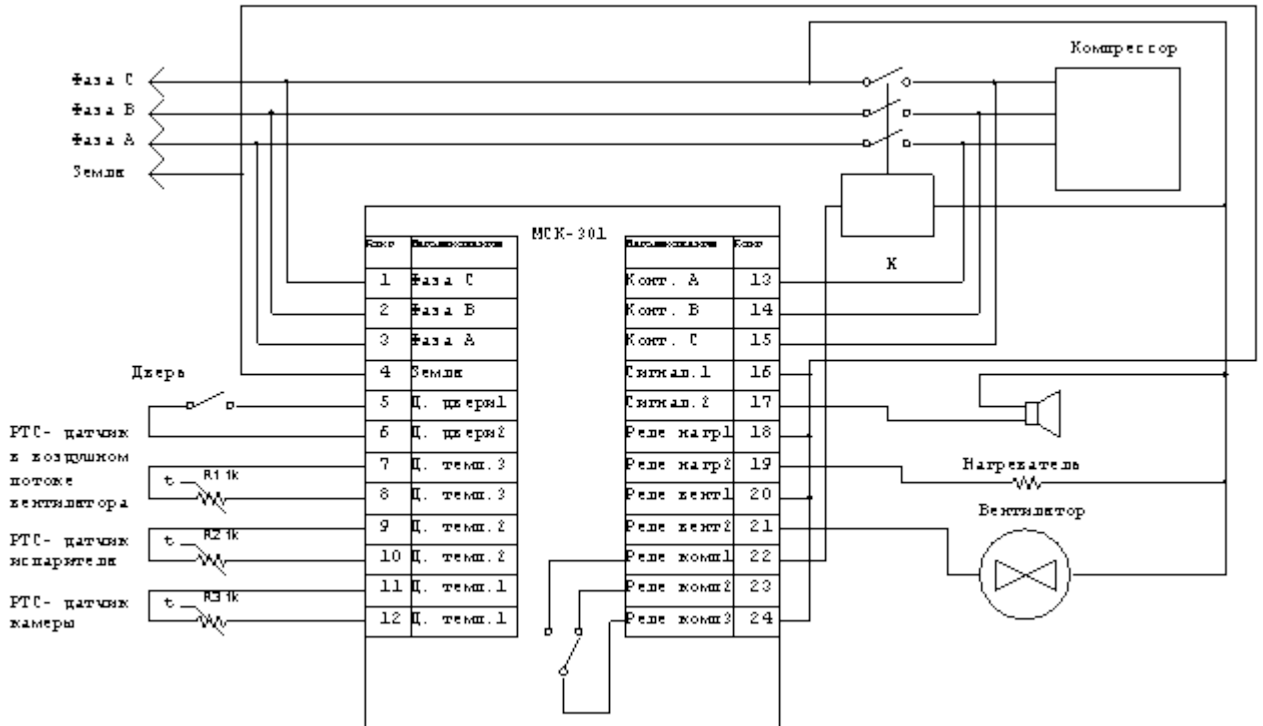

Рисунок 2. Схема подключения МСК-301 к трехфазной сети.
3.1. Подключить к МСК-301 пускатель компрессора, вентилятор, звонок электрической сигнализации, датчики температуры согласно рис. 2.